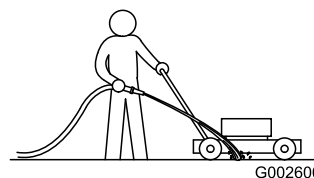

Figure 37
1. Mettez le moteur en marche lorsque la tondeuse se trouve sur une surface revêtue plane et dirigez un jet d'eau devant la roue arrière **droite** (Figure 37).